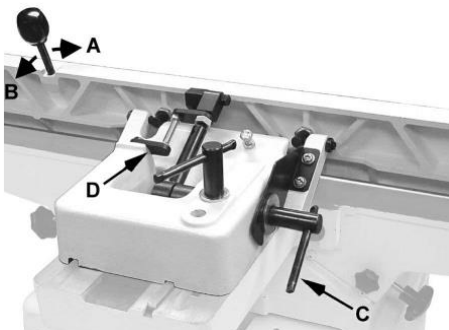

Рис. 19
1. Ослабьте фиксатор (С, Рис. 19).
2. Переместите рычаг вперед (А, Рис. 19) до желаемого угла до 45°.
3. Затяните фиксатор (С, Рис. 19).
2. Ослабьте фиксатор (С, Рис. 19).
3. Откиньте стопорный блок 90° (D, Рис. 19) в сторону.
4. Переместите рычаг (В, рис.19) назад на желаемый угол до 135°.
5. Затяните фиксатор (С, Рис. 19).
**Важно:** Когда операция, требующая определенного наклона, завершена, и упор возвращен на угол 90°, не забудьте перевернуть стопорный блок 90° (D, рис. 19) обратно в стандартное положение.